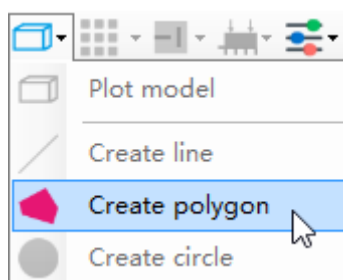

图 4 单击 Create polygon 操作程序截图
(2) 建立几何模型。单击工具栏上的按钮，然后单击 *Create polygon*，如图 4 所示。